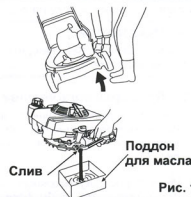

Рис. 13.
- Слейте масло из сливного отверстия. (См. рис. 13.)